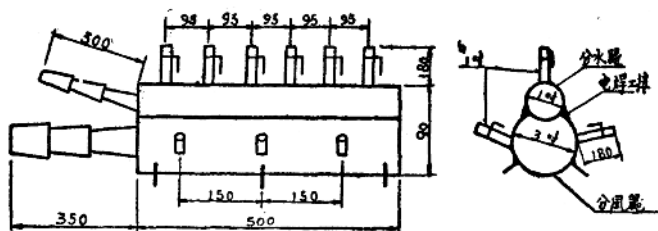

图 1
1. 工作面的布置。小组在推广苏联萨宾宁掘进队长的先进经验基础上，进一步发挥了创造性，采用了双边分风分水器，后来又在机械师的帮助下将原来使用的双边分风分水器焊接在一起，分置在巷道两帮，使搬动时较以前更为方便。分风器与分水器的焊接情况与构造如图 1 所示。